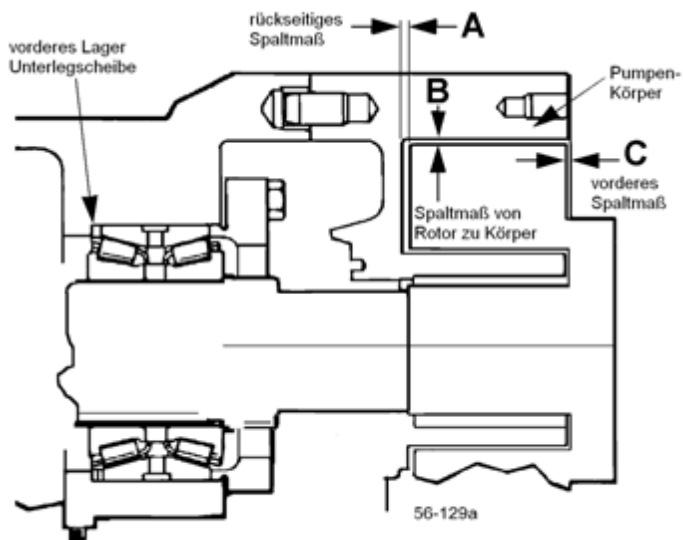

Abb.94 Messung der Spaltmaße
2. Messen Sie mit Fühlerlehren den Rückseitenabstand des Rotors (Abb. 94, Pos. A), durch den Anschluss oder von der Vorderseite.
3. Messen Sie den Abstand von Rotor zu Vorderseite (Abb. 94, Pos. C).
4. Messen Sie den Abstand von Rotor und Körper (Abb. 94, Pos. B).